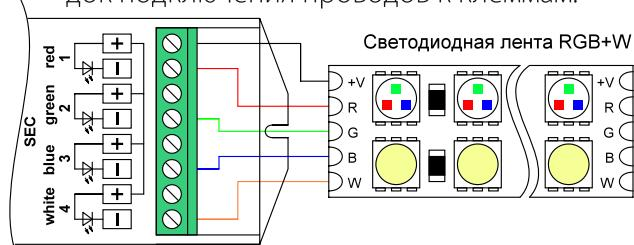
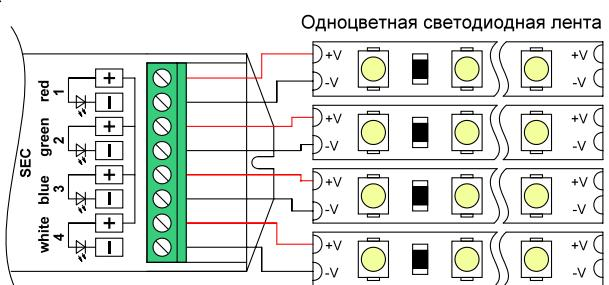

Рис.2. Подключение светодиодной ленты RGB+W
Рис.5. Подключение одноцветной светодиодной ленты
- 3.3. Согласно используемой схеме (Рис.2. – Рис.5.), подключите светодиодную ленту или другой совместимый светодиодный источник света к выходу **SEC** контроллера. Соблюдайте полярность и порядок подключения проводов к клеммам.